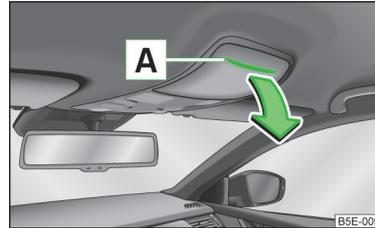

Abb. 68
- > Auf den Deckel des Brillenfachs im Bereich **A** » Abb. 68 drücken.